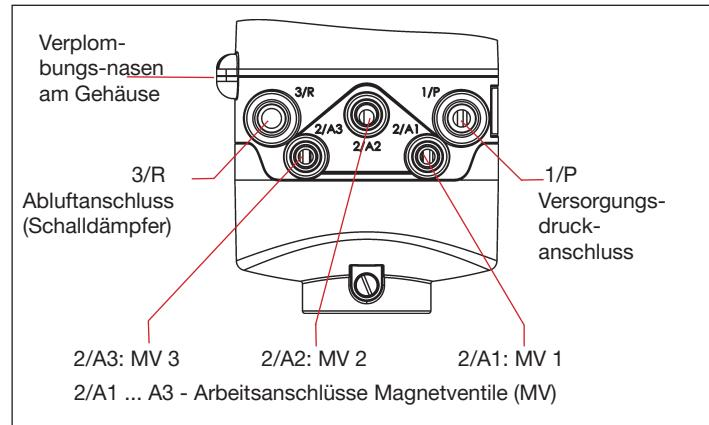

Bild 2: Pneumatische Anschlüsse
- Die benötigten Arbeitsanschlüsse 2/A1 bis 2/A3 (je nach Variante) mit den zugehörigen Anschlüssen des Prozessventils verbinden - siehe „Bild 2“. bzw. in der Bedienungsanleitung für Typ 8681.